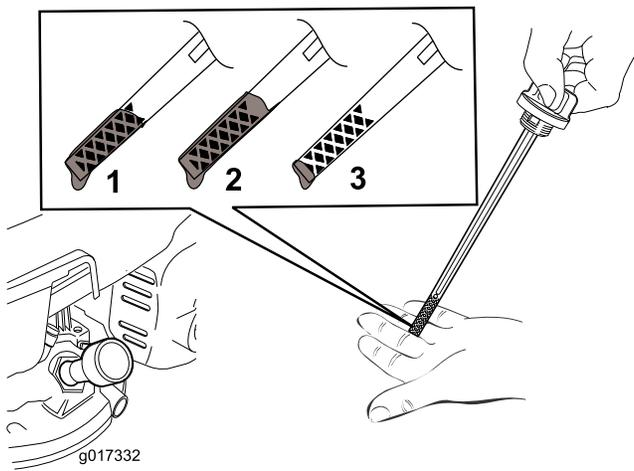

Figura 7
2. Retire la varilla (Figura 7).
**Nota:** Llene el cárter con aceite hasta que la varilla indique que el nivel del aceite del motor es correcto, según se muestra en Figura 7. Si usted llena demasiado el motor, vacíe el exceso de aceite siguiendo las instrucciones de la sección Cómo cambiar el aceite del motor.